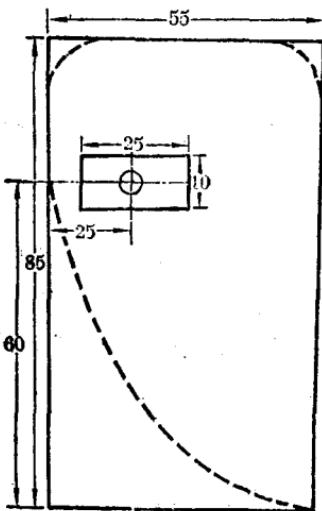

图 5
i. 锯 55×85 [毫米]² 木板二块制支架板(图 5)；支架板
弧形，砂光后用胶水按图 5 中虚线位置，分别胶合在支架板内侧左下角和右下角。